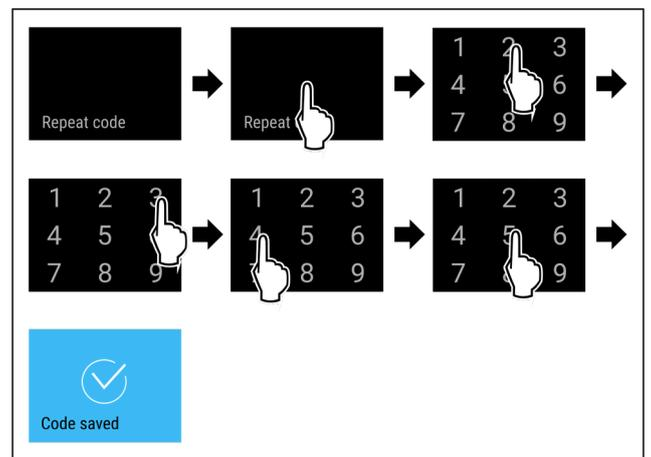

Fig. 96
- u Handlungsschritte (siehe Fig. 96) durchführen.